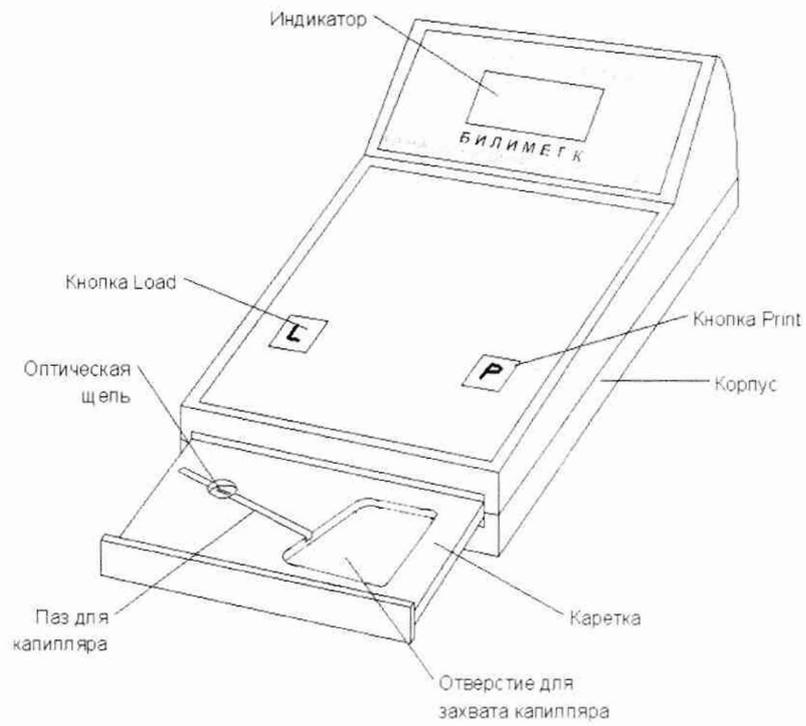
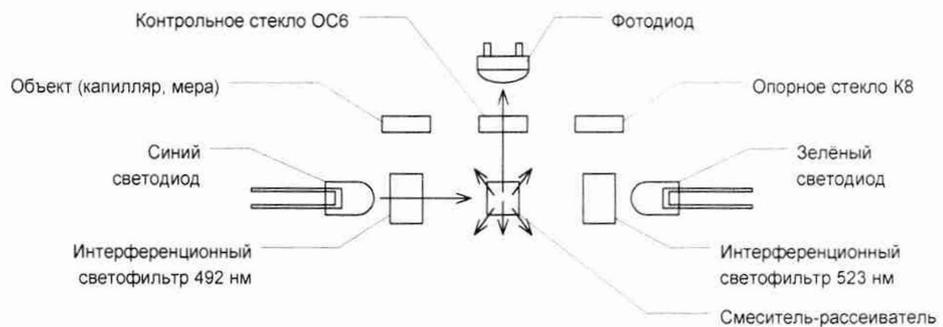

Рис. 1. Внешний вид прибора (с выдвинутой кареткой)
Рис. 2. Оптическая схема прибора
5.2 Прибор выполнен в виде настольного переносного блока (Рис. 1.). Во внешнем пластмассовом корпусе находится корпус оптического блока с кареткой. К корпусу оптического блока крепится плата измерений и плата с индикатором. К нижней части оптического блока крепится блок осветителей, состоящий из двух светодиодов, двух светофильтров и смесителя-рассеивателя. Каретка, перемещающаяся при помощи электромотора, имеет три положения: 1 – для измерения оптической плотности капилляра, 2 - для измерения оптической плотности встроенного контрольного стекла ОС6 и 3 - для измерения оптической плотности опорного стекла К8 (Рис. 2.). Контрольное стекло ОС6 служит для проверки и автоматической калибровки прибора, которые производятся в каждом измерительном цикле. При фотометрировании стекла ОС6 определяется возможное изменение оптических параметров прибора и это изменение компенсируется при расчете концентрации билирубина. Если изменение превышает допустимую величину, то на дисплей выводится сообщение об ошибке «Егг».